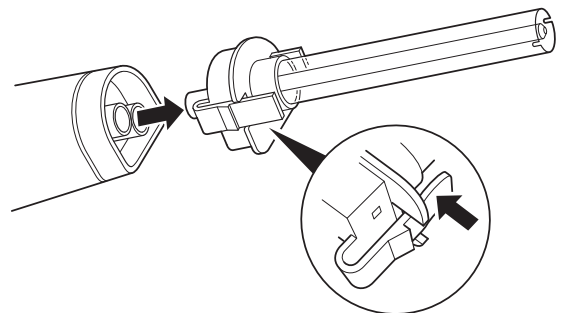

図2 - チップアセンブリの取り外し
1. チップアセンブリのラッチ機構を押して、ハンドピースからチップアセンブリを取り外します(図2)。